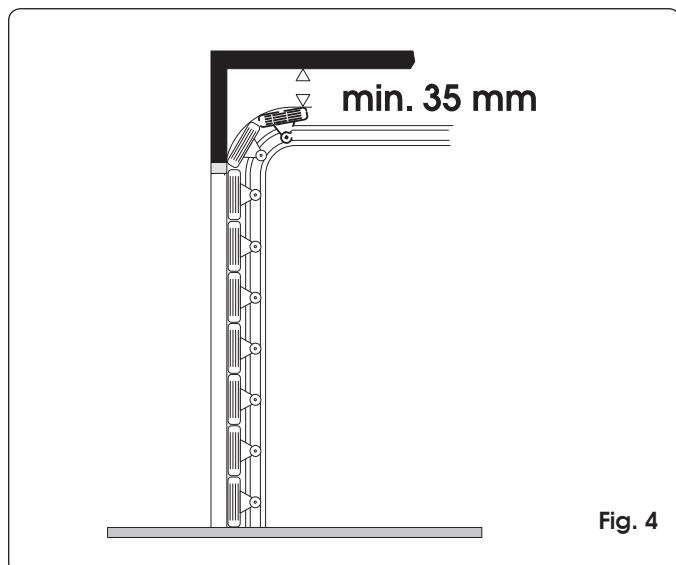

Fig. 4
| Benodigde afstand vanaf het plafond (mm) | 35 (Fig. 4) |
- Controleer of er minstens 35 mm ruimte is tussen het plafond en het hoogste punt dat de deur tijdens de beweging bereikt (Fig. 4).
- 2) Trek een horizontale streep op de latei op de maximale hoogte die de deur tijdens de beweging bereikt (zie Fig. 4).